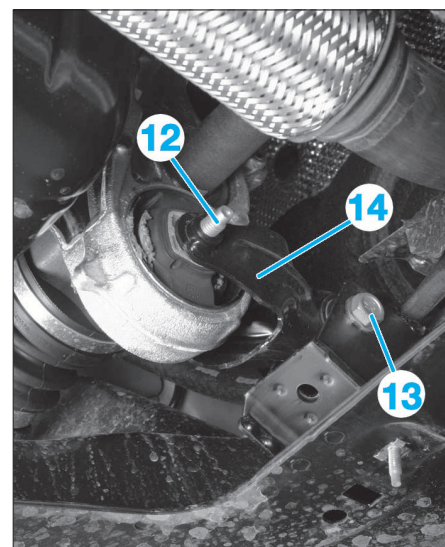

FIG. 7
- Déposer les vis (9) et l'écrou (10).
- Déposer et écarter le support (11) de commande des vitesses.
- Déposer la vis (12), la vis (13) et la biellette anti-couple (14) (Fig.7).